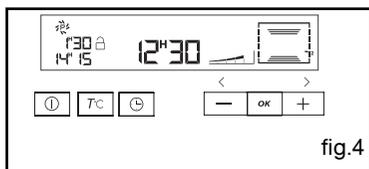

fig.4
Au cours de la pyrolyse, le symbole  s'affiche dans le programmateur vous indiquant que la porte est verrouillée (fig.4).
- Si nécessaire, retirez l'ensemble des glaces intérieures de la porte. Cet ensemble est composé de deux glaces avec à chaque coin une butée caoutchouc noire (fig.4).